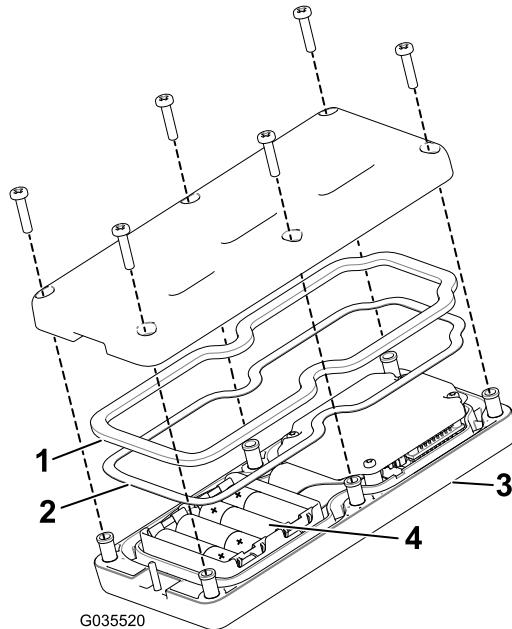

Figura 24
**Nota:** Si las baterías se instalan de forma incorrecta, la unidad no resultará dañada, pero no funcionará. El alojamiento lleva marcas de polaridad para cada terminal grabadas en relieve (Figura 24).
3. Asegúrese de que la junta de acero y la junta de goma están asentadas en la ranura del control remoto antes de volver a colocar la cubierta trasera (Figura 24).
4. Ajuste la cubierta con 6 tornillos (Figura 24) y apriételos a entre 1,5 y 1,7 N·m.